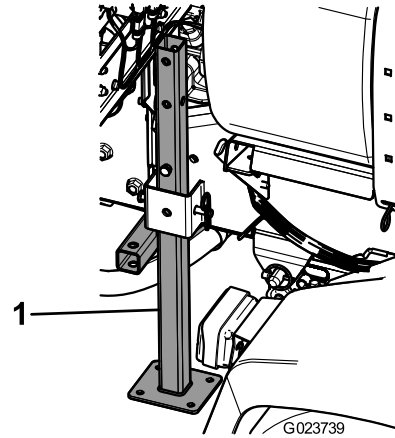

図 51
3. 車両後部のロープ掛けポイントの近くのフレーム部に、後ジャッキスタンドを逆さにしてフレームに差し込む 図 51